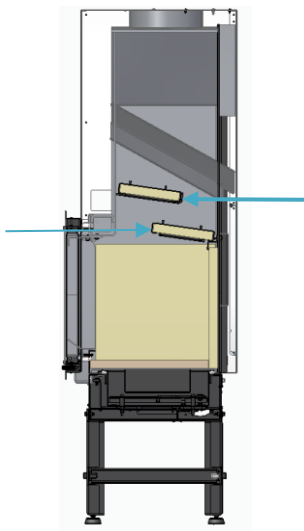

Figure 18
o) Vérifiez que les déflecteurs sont dans la bonne position comme indiqué à la Figure 18. **Attention:** les plaques peuvent s'être déplacées pendant le transport.